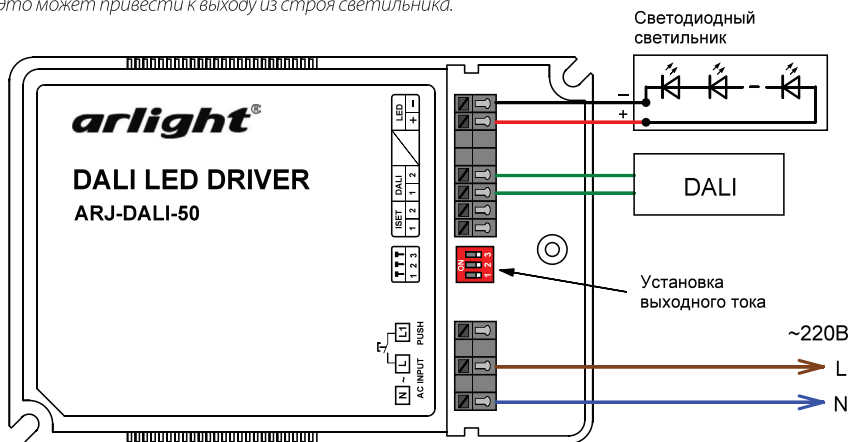
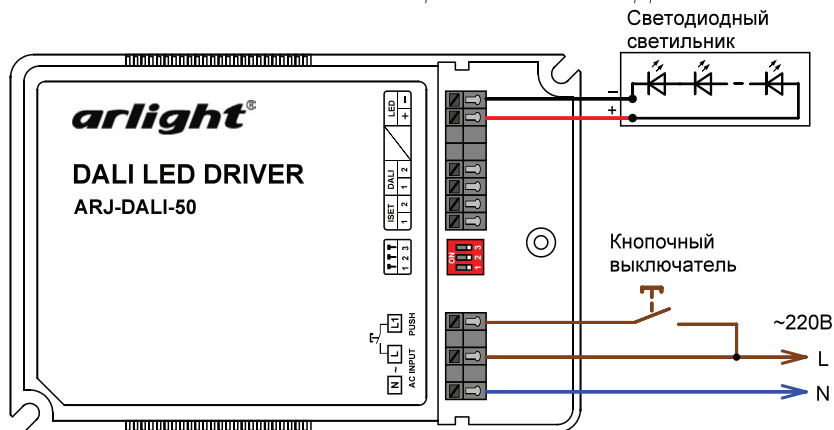

Рис.1. Подключение источника тока при использовании интерфейса DALI.
Рис.2. Подключение источника тока при управлении кнопкой (управление Push Dim).
- 3.4. Подключите источник питания в соответствии с выбранной схемой управления (Рис.1 – Рис.2). Строго соблюдайте полярность подключения!